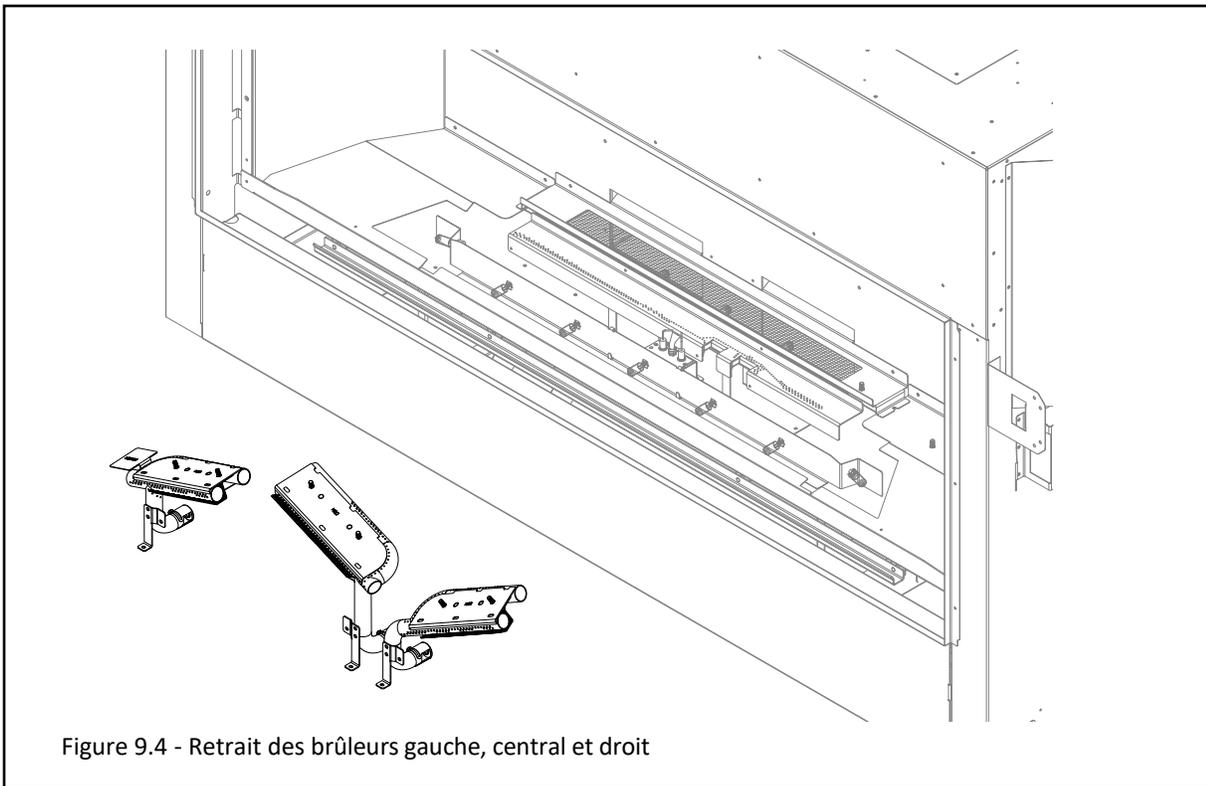

Figure 9.4 - Retrait des brûleurs gauche, central et droit
1. Retirez et conservez les (6) vis des brûleurs gauche, central et droit. Retirez ces brûleurs. Voir Figure 9.4.